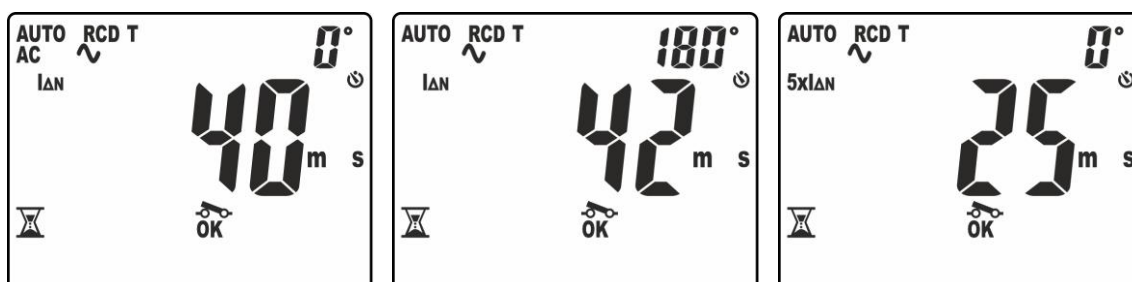

Fig. 32: Tiempo de intervención en modo AUTO – Pantallas 1
10. La primera prueba realizada es con corriente de prueba $I_{\Delta n}$ y polaridad 0° . El resultado de la medida parcial se muestra en pantalla con indicación "OK" o "NOT OK" (ver Fig. 32 – parte izquierda). El símbolo "🔌" parpadeante indica que es necesario rearmar el RCD
11. La segunda prueba realizada es con corriente de prueba $I_{\Delta n}$ y polaridad 180° . El resultado de la medida parcial se muestra en pantalla con indicación "OK" o "NOT OK" (ver Fig. 32 – parte central). El símbolo "🔌" parpadeante indica que es necesario rearmar el RCD
12. La tercera prueba realizada es con corriente de prueba $5 \times I_{\Delta n}$ y polaridad 0° . El resultado de la medida parcial se muestra en pantalla con indicación "OK" o "NOT OK" (ver Fig. 32 – parte derecha). El símbolo "🔌" parpadeante indica que es necesario rearmar el RCD